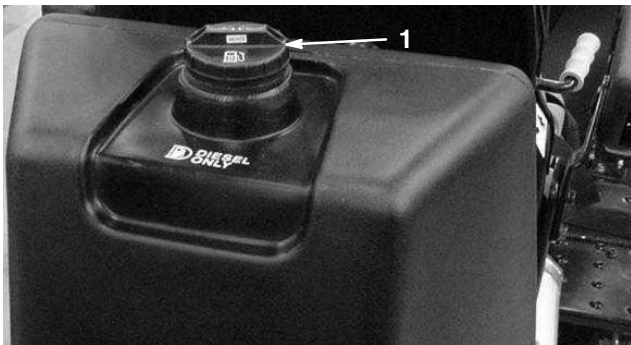

Figure 22
1. Nettoyez la surface autour du bouchon du réservoir de carburant (Fig. 22).